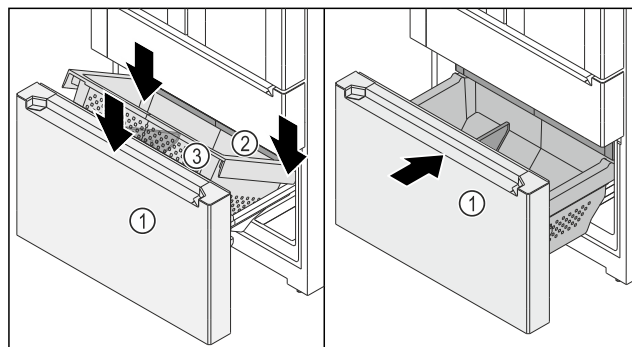

Fig. 153
- ☐ Изтеглящата се ракла Fig. 153 (1) е изтеглена.
- ☐ Чекмеджето Fig. 153 (2) е вкарано.
- Поставете съда Fig. 153 (3) отзад върху релсите отдясно и отляво.
- Спуснете съда Fig. 153 (3) отпред, така че съдът Fig. 153 (3) да обхване релсите отдясно и отляво.
- Вкарайте изтеглящата се ракла Fig. 153 (1).